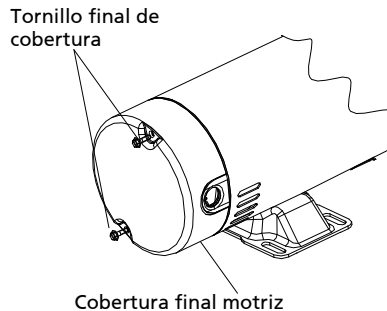
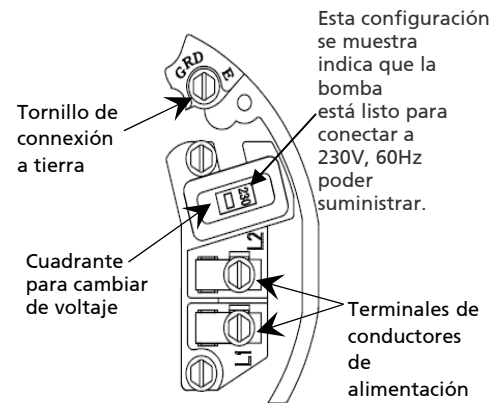

Figura 5- Remoción de la tapa Extrema del Motor
Figura 6-Voltaje Establecido en 230Voltios,
Los motores del doble-voltaje son la fábricas alambros para 230 voltios. Si necesario, cambia la colocación de interruptor a 115 voltios, como mostrado en la figura 6. No altere el cableado en motores únicos de voltaje.
Si tiene un motor de doble-voltaje, y lo conectará a 115 voltios, sigue el procedimiento abajo. Deberá quitar la cobertura final motriz para cambiar el voltaje que pone (vea Figura 5). Su motor la tabla terminal (ubicó bajo la cobertura final motriz) debe parecerse al uno en Figura 6.
2. Seleccione el ARRIBA posición de perilla para 115V o ABAJO posición para 230V, hasta que 115 o 230 mostrado en la ventana de esfera (vea Figura 6).